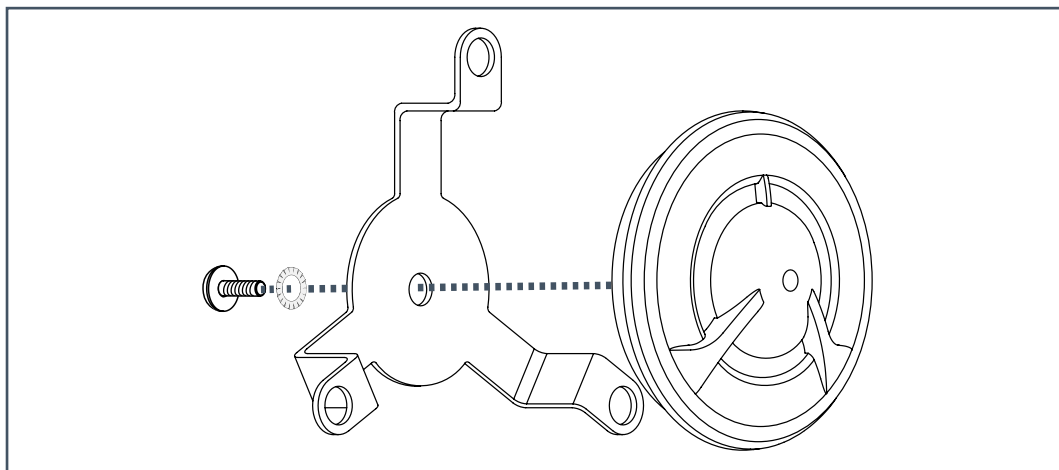

Fig. 30
11.2.1 Fissare la vite M3x5 mm come mostrato nel disegno (Fig. 30).